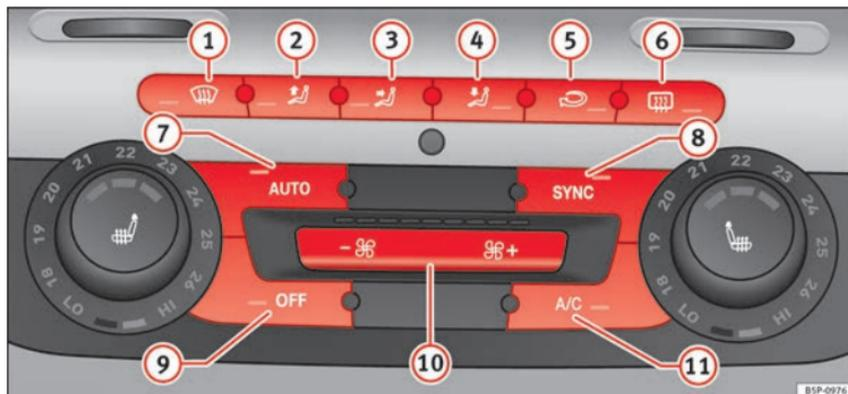

Fig. 120 Mandos del 2C-Climatronic en el tablero de instrumentos.
– Para activar el modo manual pulse una de las teclas **» fig. 120 ①** al **⑤**, o pulse las teclas de la turbina **⑩**. La función seleccionada aparecerá en el display de la radio o del navegador.
– Pulse la tecla **↻** **» fig. 120 ⑤** para conectar o desconectar la recirculación de aire. Está conectada si en el display aparece el símbolo **↻**.